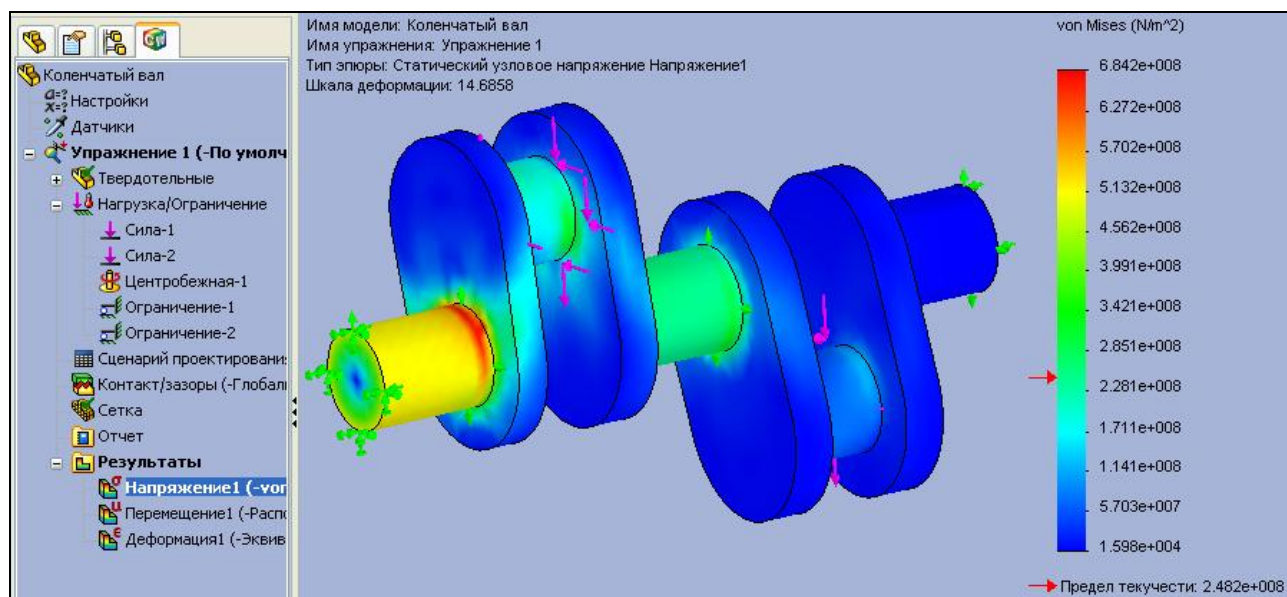

Рис. 7.7. Результаты расчета коленчатого вала
9. После успешного расчета проведите анализ напряженного состояния модели коленчатого вала с просмотром эпюр (рис. 7.7). Как строить эпюры, показано в пп. 11-17 разд. 3.2.